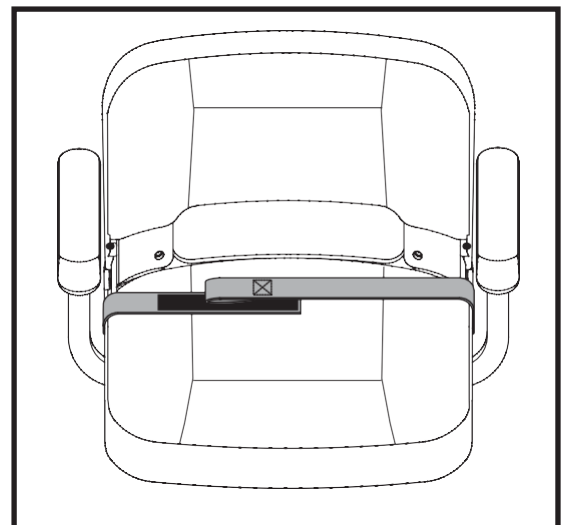

Abbildung 30. Klettverschluss
1. Richten Sie die beiden Seiten des Gurtes so aus, dass die Seite des Klettverschlusses mit den Maschen, direkt über der Seite des Klettverschlusses mit den Häkchen liegt. Drücken Sie beide Gurtteile zusammen um den Gurt zu befestigen. **Siehe Abbildung 30.**